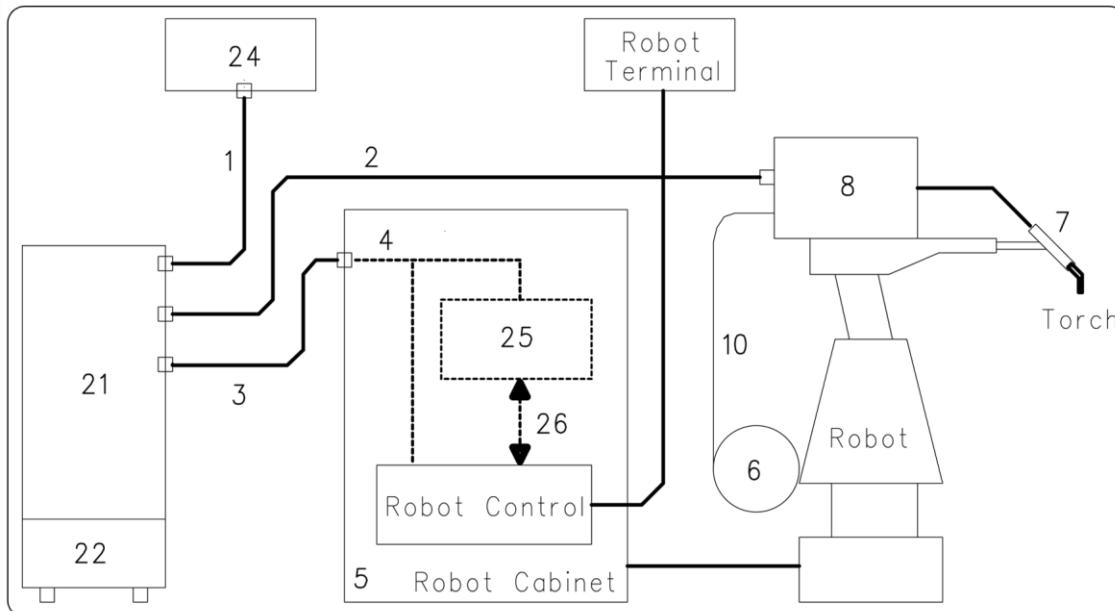

fig. 2
È composto da un Generatore, equipaggiato eventualmente di Gruppo di Raffreddamento, da un Carrello Trainafilo, da un Pannello di Controllo e, se necessario, da una Interfaccia Robot (vedi fig. 2).
NOTA: Se il Controllo Robot (Robot Control in fig. 2) dispone di linea di comunicazione di tipo CANopen, l'interfaccia (25) ed il cavo (26) non sono necessari.
#### 3.1 Messa in opera (fig. 2).